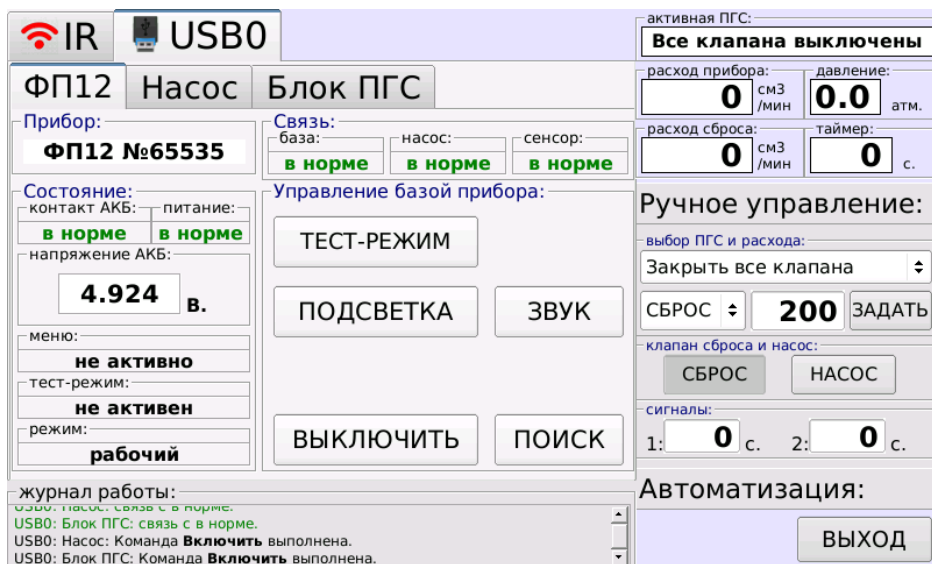

Рисунок 8.7. Элементы управления базой прибора ФП12.
- После того как на сервисном порту будет найден прибор, в область работы с прибором будет загружен интерфейс управления этим прибором (Рисунок 8.7).